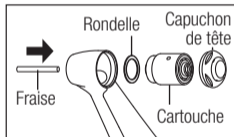

Fig. 21
- 6 Utilisez la fraise pour pousser légèrement la cartouche et la rondelle de la tête de la pièce à main (Fig. 21).